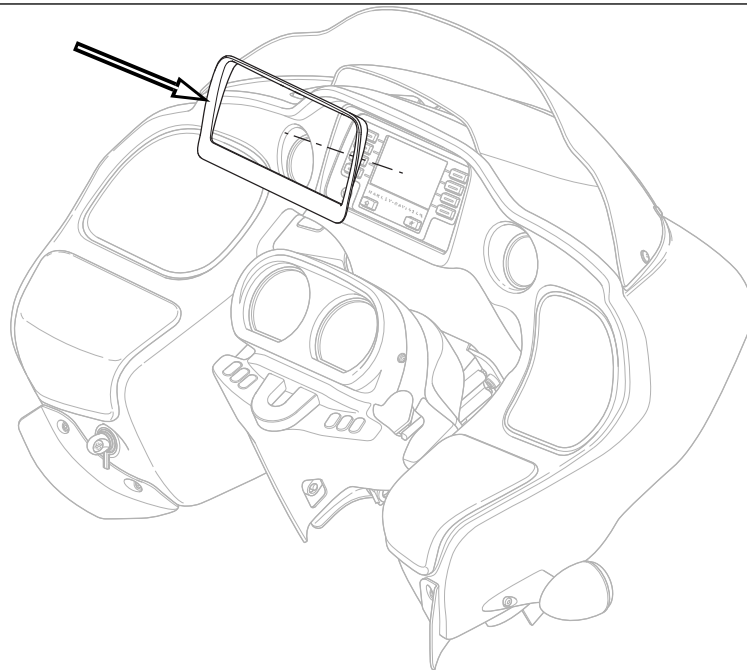

図1。ラジオベゼル
「図1」を参照してください。
2. 「図1」を参照してください。粘着テープの裏紙をはがさずにラジオベゼルをインナーフェアリング上の取り付け位置に当てて、位置を確認してください。